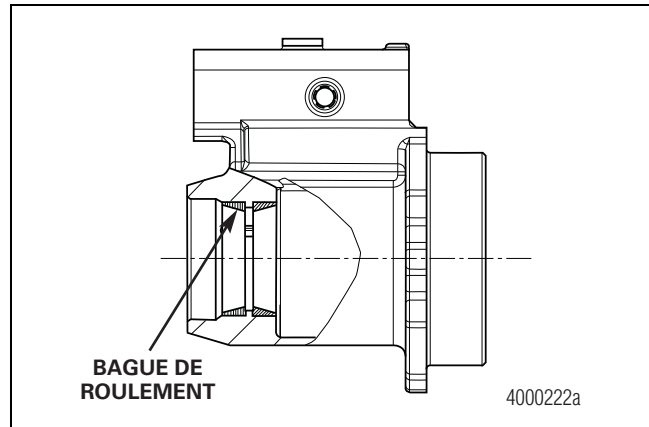

Figure 7.8
- Installer les bagues de roulement dans le logement de roulement de la prise de force. Il s'agit d'un montage à force. Refroidir les roulements à  $-65\text{ }^{\circ}\text{F}$  ( $-54\text{ }^{\circ}\text{C}$ ), puis placer les deux bagues dans les alésages du carter. Figure 7.8.